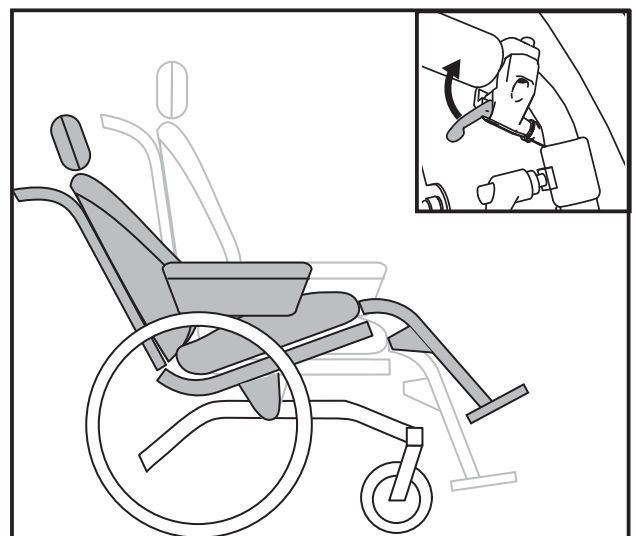

Abbildung 11
- Neigen Sie den Rollstuhl mit dem rechten Einstellhebel (9B) (siehe Abbildung 11).